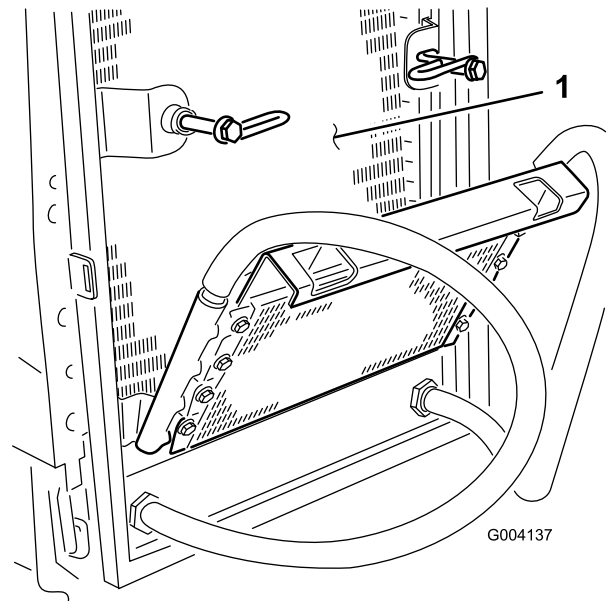

Figure 58
6. Nettoyez soigneusement les deux côtés du refroidisseur d'huile et du radiateur (Figure 58) à l'air comprimé.